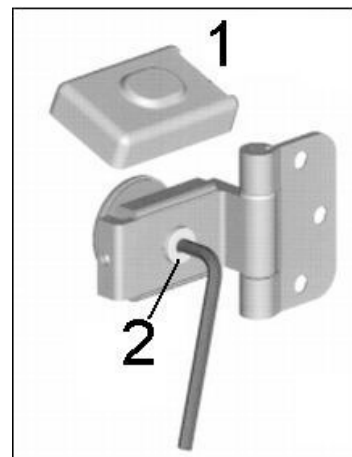

Рисунок 1
- 2) Удалите с петель крышки (1) и открутите петли при помощи винтов (2) от поверхности стекла (Рисунок 1).
- 7) Установите стеклянную дверь на петли и при помощи винтов (2) надежно закрепите петли. Установите на петли крышки (1), смотри (Рисунок 1).